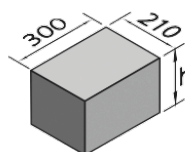

fig. 1
1. Compruebe que la superficie donde se procederá a fijar el mecanismo, sea lo suficientemente resistente y nivelada para poder ser fijado al piso. De no contar con una superficie firme, se deberá fabricar una base de concreto, tomando como referencia la (fig.1)